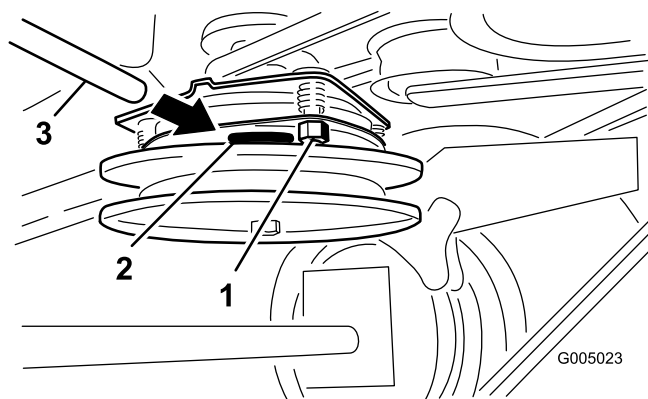

Figure 60
2. Serrez les contre-écrous jusqu'à ce la jauge d'épaisseur fléchisse légèrement mais puisse bouger facilement dans l'entrefer (Figure 60).